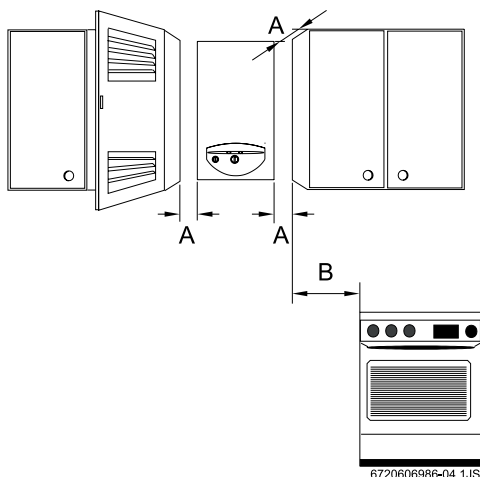

Fig. 5 Distanze minime
- ▶ assicurare la buona accessibilità nell'apparecchio per le operazioni di manutenzione, rispettando le distanze minime indicate nella Fig. 5.